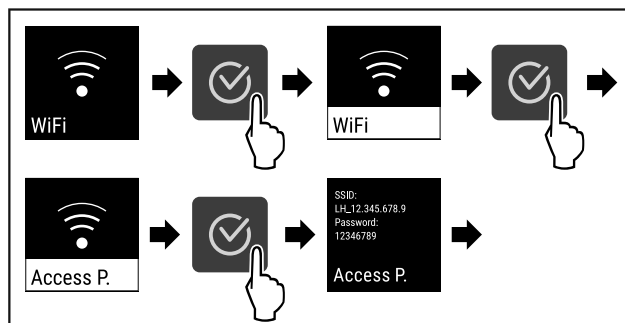

Fig. 75
- ▶ Følg anvisningene (se Fig. 75) .